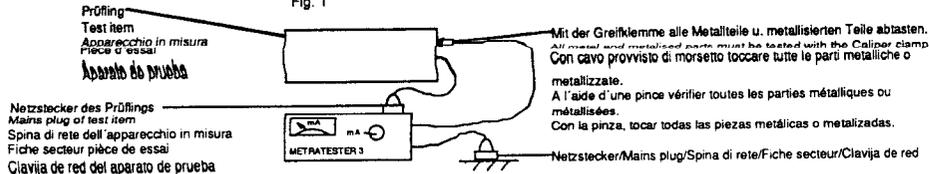

Fig. 2
Measuring time: $\geq 1 \text{ s}$, (Fig. 2)
- **Mesure du courant de fuite selon VDE 0701** Brancher un ampèremètre du courant de fuite ($U_{\text{Test}} = 220 \text{ V}$) simultanément sur les deux pôles du secteur et entre toutes les parties métalliques ou métallisées accessibles de l'appareil (antenne, embases, touches, enjoliveurs, vis, etc.). Le fonctionnement est correct lorsque (Fig. 2):